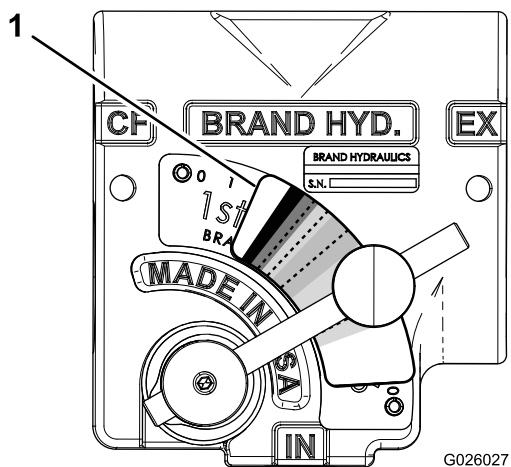

Figura 3
15. Coloque la nueva pegatina de la velocidad de los rotores sobre la pegatina existente. Posicione la pegatina según se muestra en Figura 3.